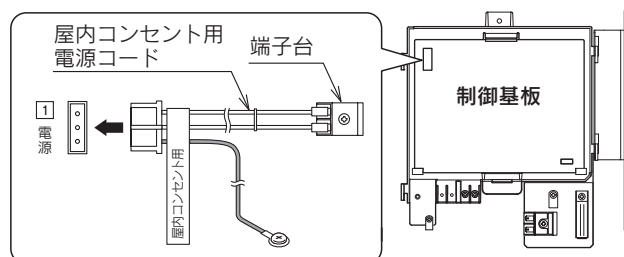

図4
4. 屋内コンセント用電源コードのコネクタを制御基板上の①電源に差込みます。(図4)